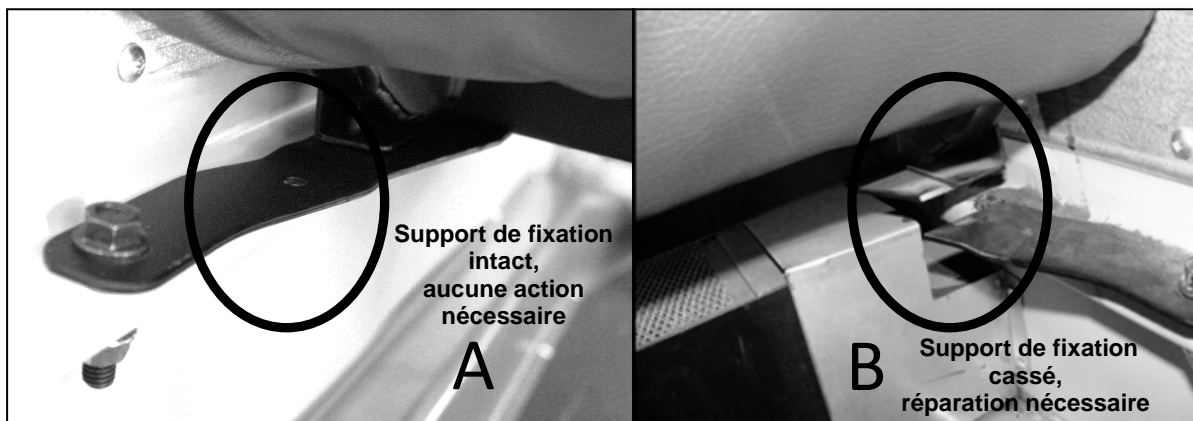

Figure 3
2. Le support de fixation est-il intact ? Le support de fixation est-il fissuré ou cassé ? Voir **Figure 3**, éléments **A** et **B** .